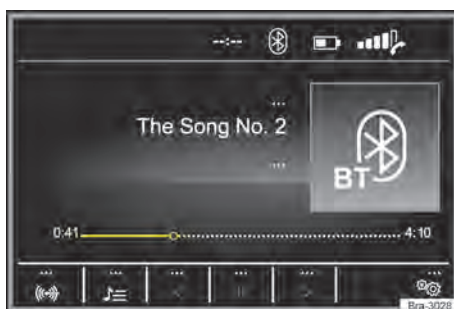
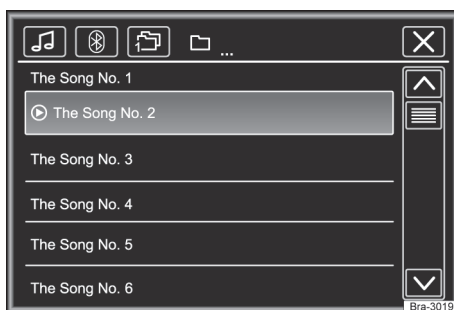

Fig. 128 Menu principal de mídia.
Fig. 129 Operação do rádio: lista de estações.
– Pressionar o botão **MEDIA** para abrir o menu principal **MEDIA** → Fig. 128.
As fontes de mídia que são reproduzidas atualmente são exibidas na superfície de função na parte inferior esquerda → Fig. 128.
Legenda da → Fig. 128 e → Fig. 129: